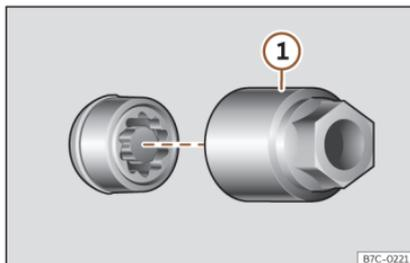

Fig. 33 Boulon antivol de roue avec capuchon et adaptateur.
- Encastrez l'adaptateur spécial » » » **fig. 33 1** (outillage de bord) » » » page 46) sur le boulon de roue antivol jusqu'à la butée.